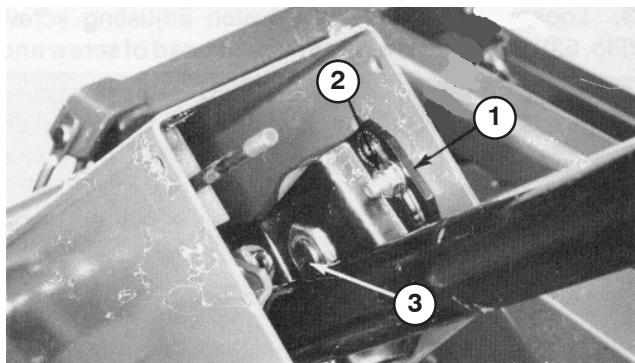

Bild 64
- Nehmen Sie das Handrad von der Feststellbremse und die Schrauben von der Lenksäulenabdeckung ab. Schieben Sie die Abdeckung auf die Lenkwelle, um die Schwenkhalterung freizulegen (Bild 64).
- Lösen Sie die kleine Mutter, drehen Sie die Schwenkhalterung, bis die große Mutter darunter fest angezogen ist (Bild 64). Ziehen Sie die kleine Mutter wieder an.